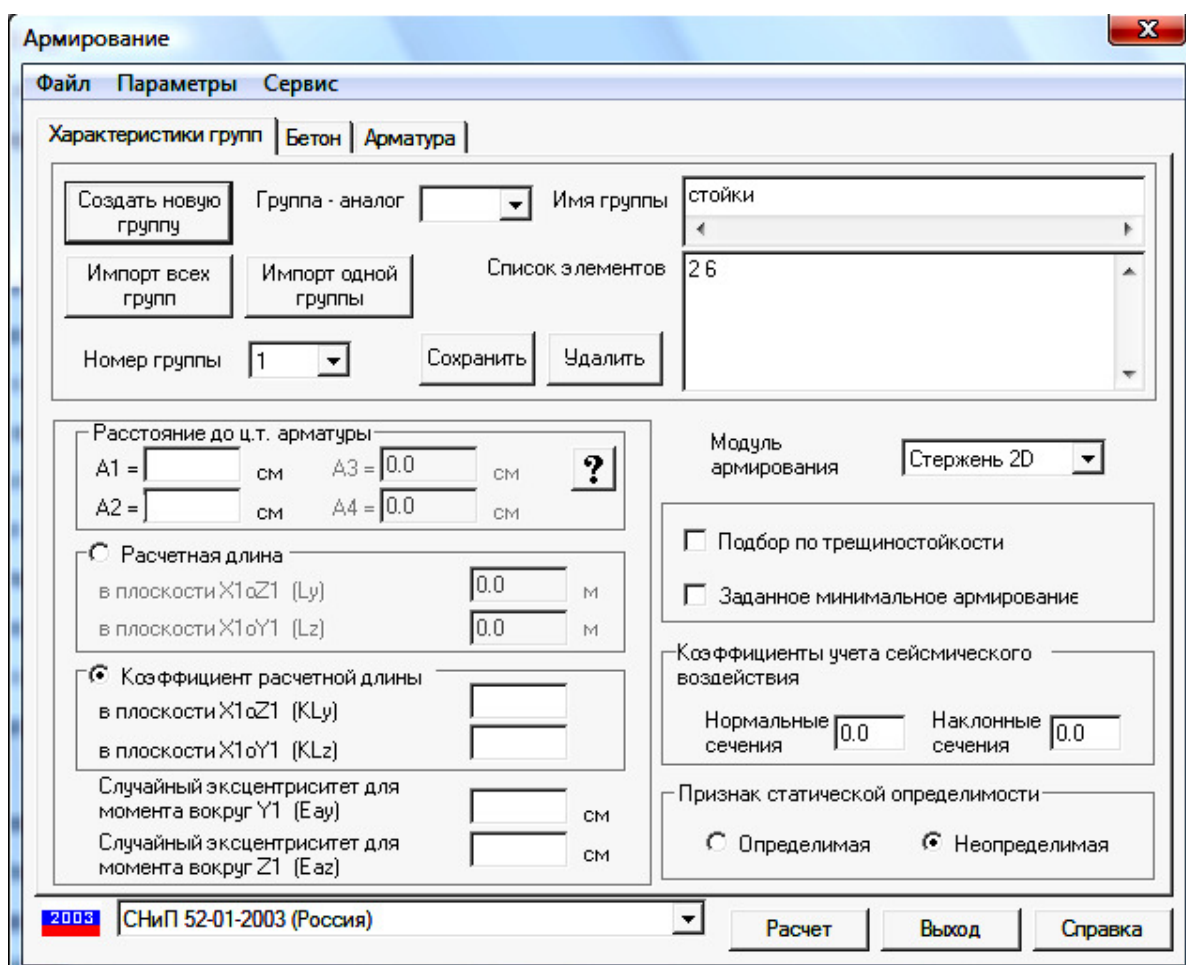

Рис. 2.28. Армирование. Страница Характеристики групп.
2. В **Дереве проекта** активизировать выполнение функции **Бетон**. В многостраничном диалоговом окне активной является страница **Характеристики групп**. Нажать кнопку **Импорт всех групп**, в результате чего подготовленные группы с номерами элементов будут автоматически введены в постпроцессор (рис. 2.28).